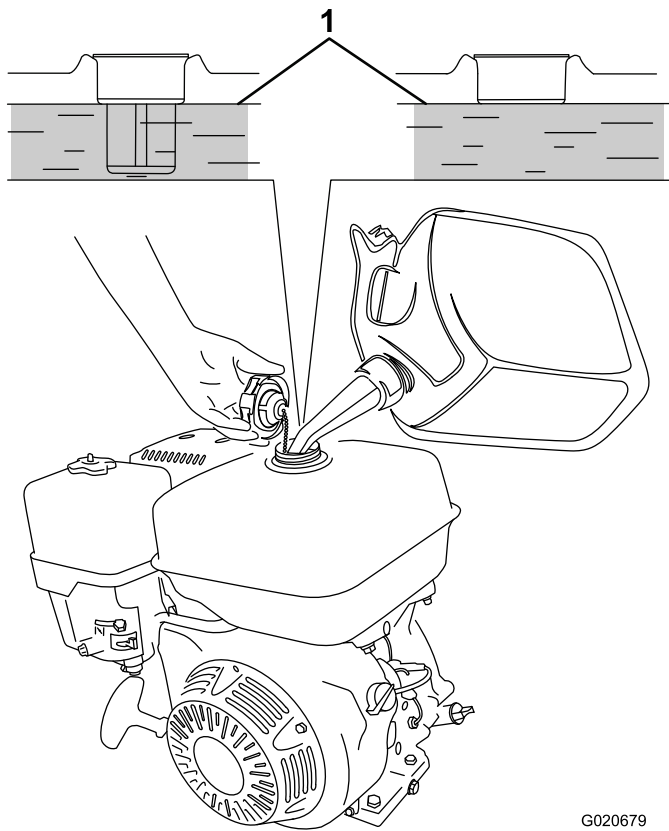

Figura 23
- Añada combustible al depósito de combustible hasta que el nivel llegue al nivel máximo de combustible (Figura 23).